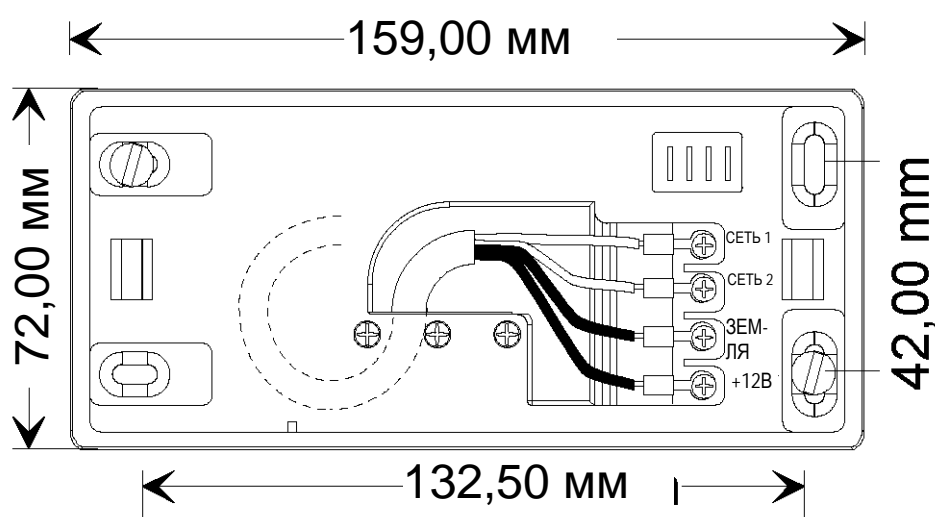

Рисунок 4. Расположение на стене - Горизонтальное положение (Одинарный модуль)
5. Прикрепить кабельный обжим к контактам в направлении, показанном на Рис.4.